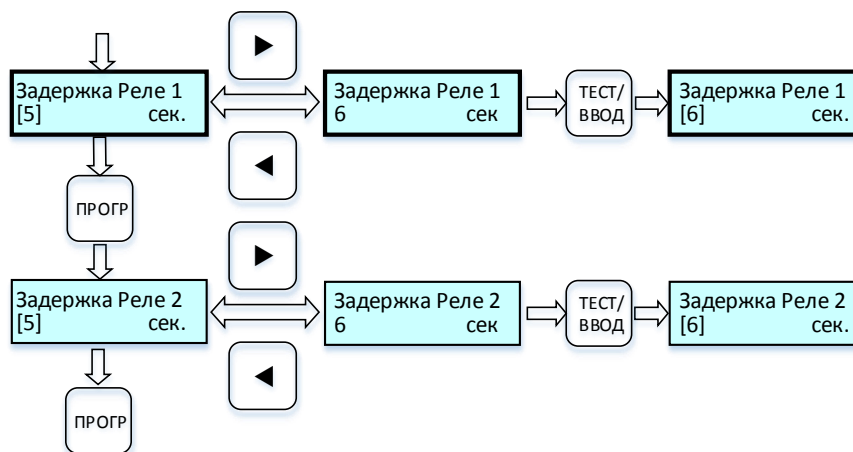

Рисунок 12 – Циклограмма выводимых сообщений на дисплей при настройке времени задержки срабатывания реле порогов
2.6.8.5 Для **настройки времени задержки срабатывания реле порогов 1, 2** выполнить процедуры по циклограмме *рис. 12*: